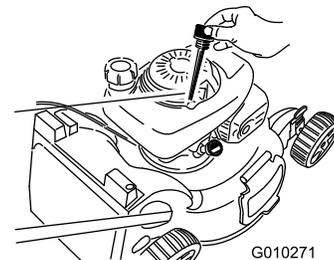

Figura 38
6. Retire la varilla del tubo de llenado de aceite (Figura 38).